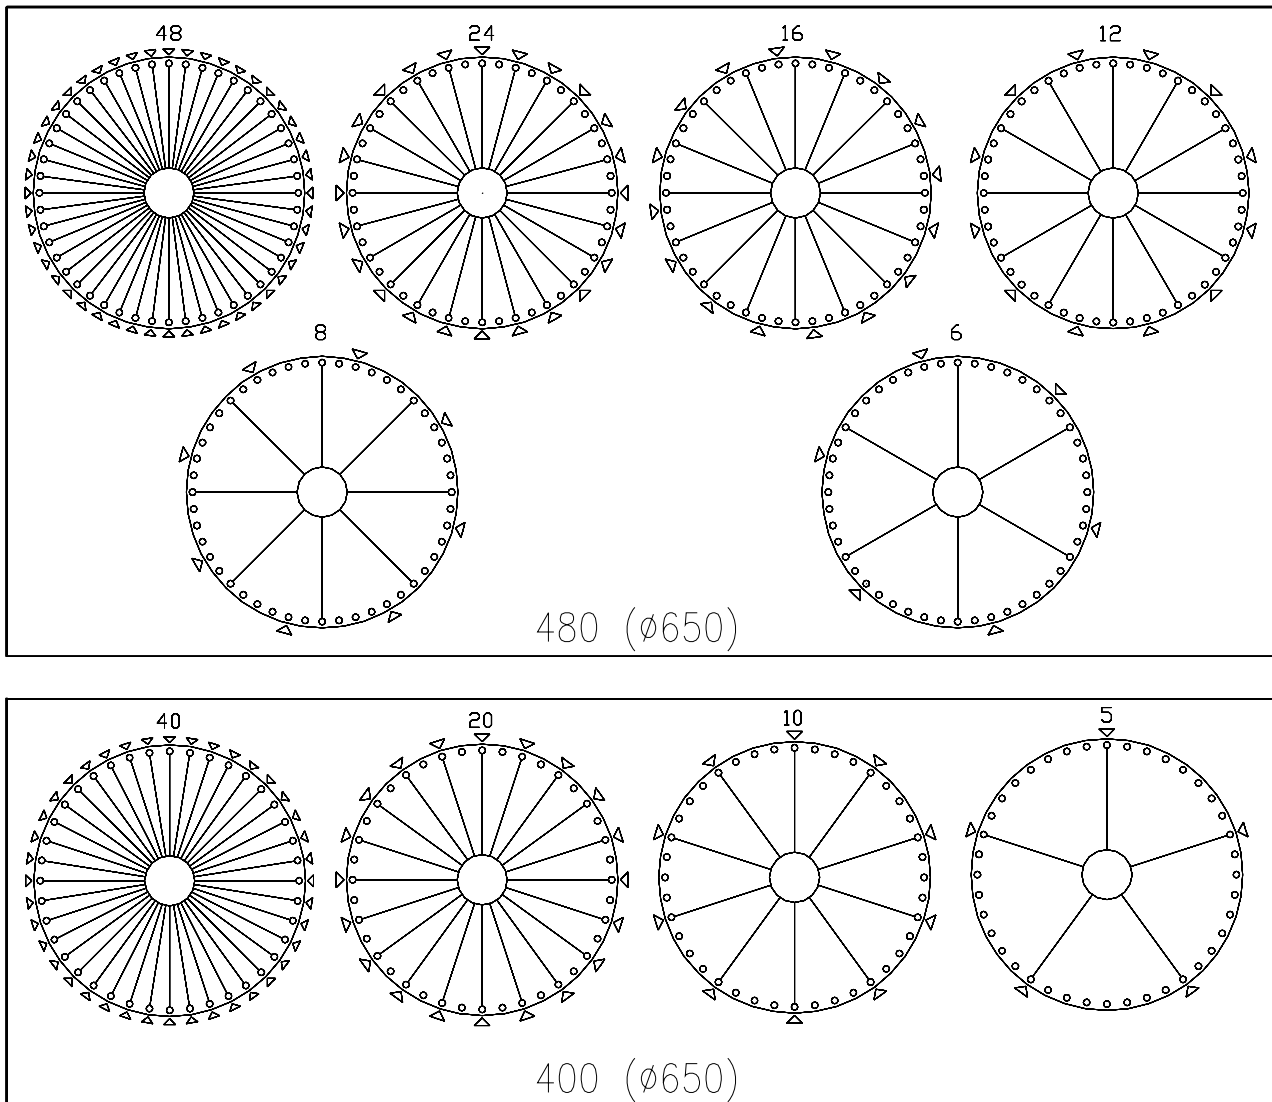

FIG. 7
Les plateaux de sélection fournis dans le distributeur ont les compartiments qui sont déjà pré-réglés comme en FIG. 6 - FIG. 7. Il peut être nécessaire de modifier les dimensions des compartiments pour recevoir des produits différents. On peut varier le nombre des compartiments en éliminant ou en ajoutant des palettes de séparation. Le nombre des compartiments pour plateau peut être: 6, 8, 12, 16, 24, 48 - 5, 10, 20, 40. Quand on change le nombre des compartiments il est nécessaire de déplacer aussi les plaques coulissantes qui se trouvent sur le masque couvre-plateau Fig. 6. Il faut aussi ajouter ou enlever les bouchons qui ferment le petit piston en rapport avec la largeur du compartiment.
8. Mettre les bouchons à tous les trous qui doivent être fermés, comme déjà vu précédemment en FIG. 7.